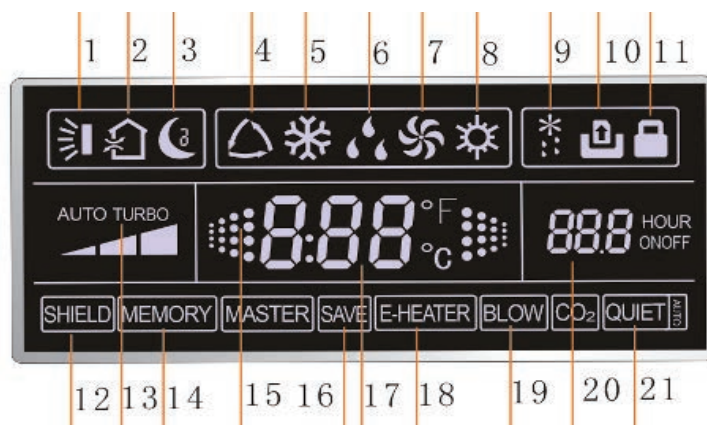

Рис. 6.4
6.5.7.3 Для включения необходимо кнопкой FUNCTION выбрать функцию BLOW (рис. 6.4) и нажать кнопку Enter/Cancel для подтверждения.